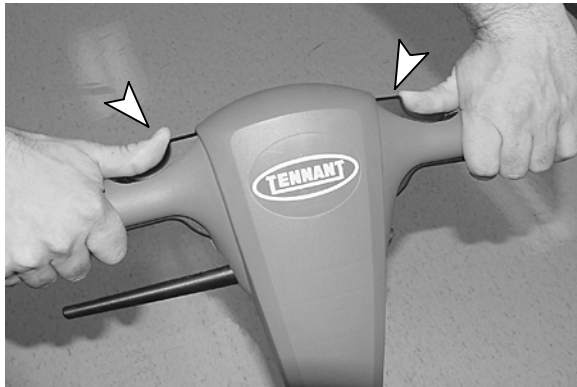

FIG. 7
4. Pour démarrer la machine, appuyez sur les boutons du verrouillage de sécurité, situés au sommet de la poignée, puis tirez sur les leviers Marche/Arrêt. Une fois que la machine démarre, relâchez les boutons du verrouillage de sécurité (Figure 7).